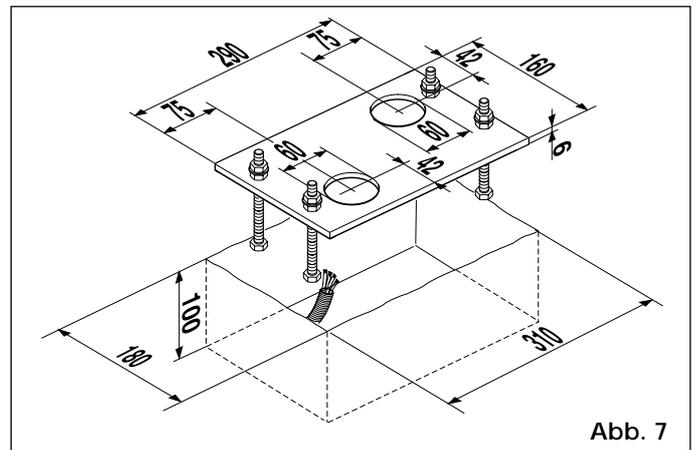

Abb. 7
- 3) Gründungspfahl gem. Abb. 7 herstellen und beim Einmauern der Fundamentplatte ein bzw. mehrere Schutzrohre zum Verlegen der elektrischen Kabel einziehen. Mit einer Wasserwaage die Ebenheit der Fundamentplatte überprüfen. Solange warten, bis der Zement abgebunden hat.